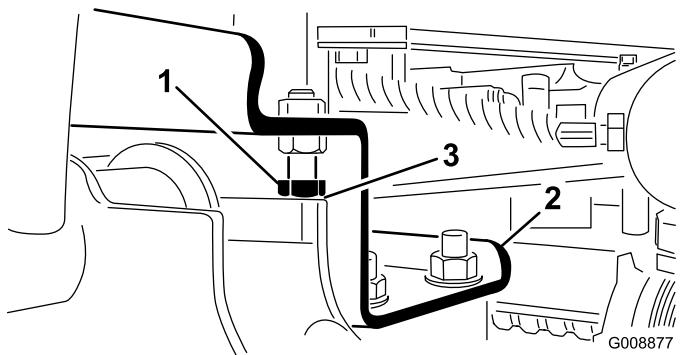

Figura 12
- A. Allentate i bulloni di arresto (Figura 12).
2. Verificate che il gioco tra ciascun braccio di sollevamento e il bullone di arresto sia di 0,13–1,02 mm (Figura 12). Se il gioco non rientra in questo campo, regolate il gioco dei bulloni di arresto.